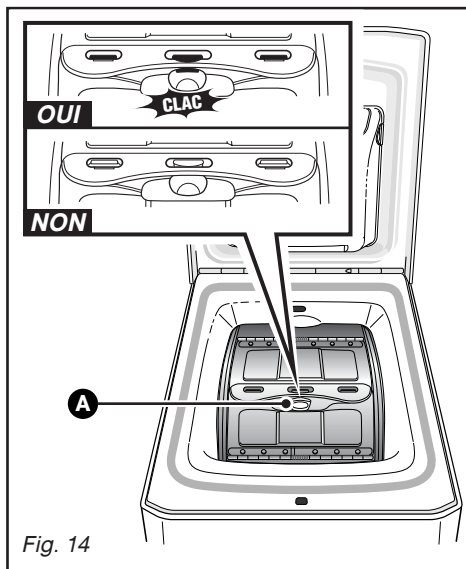

Fig. 14
– Ouvrez le tambour en appuyant sur le poussoir **A** situé sur le portillon avant (Fig. 14).
**Vérifiez que les trois crochets et le liseré du poussoir sont bien visibles (Fig. 14).**